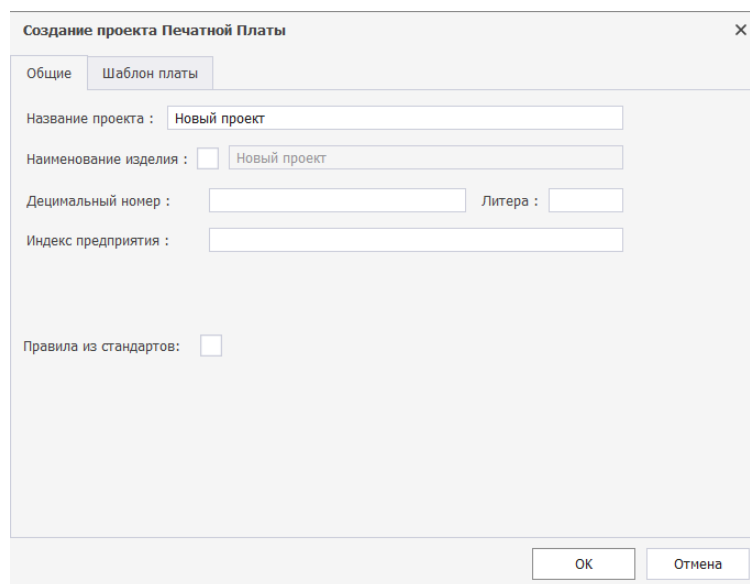

Рис. 22 Создание проекта платы из шаблона
5. В окне «Создание проекта Печатной Платы» во вкладке «Общие» введите наименование проекта и заполните основные данные, Рис. 22.